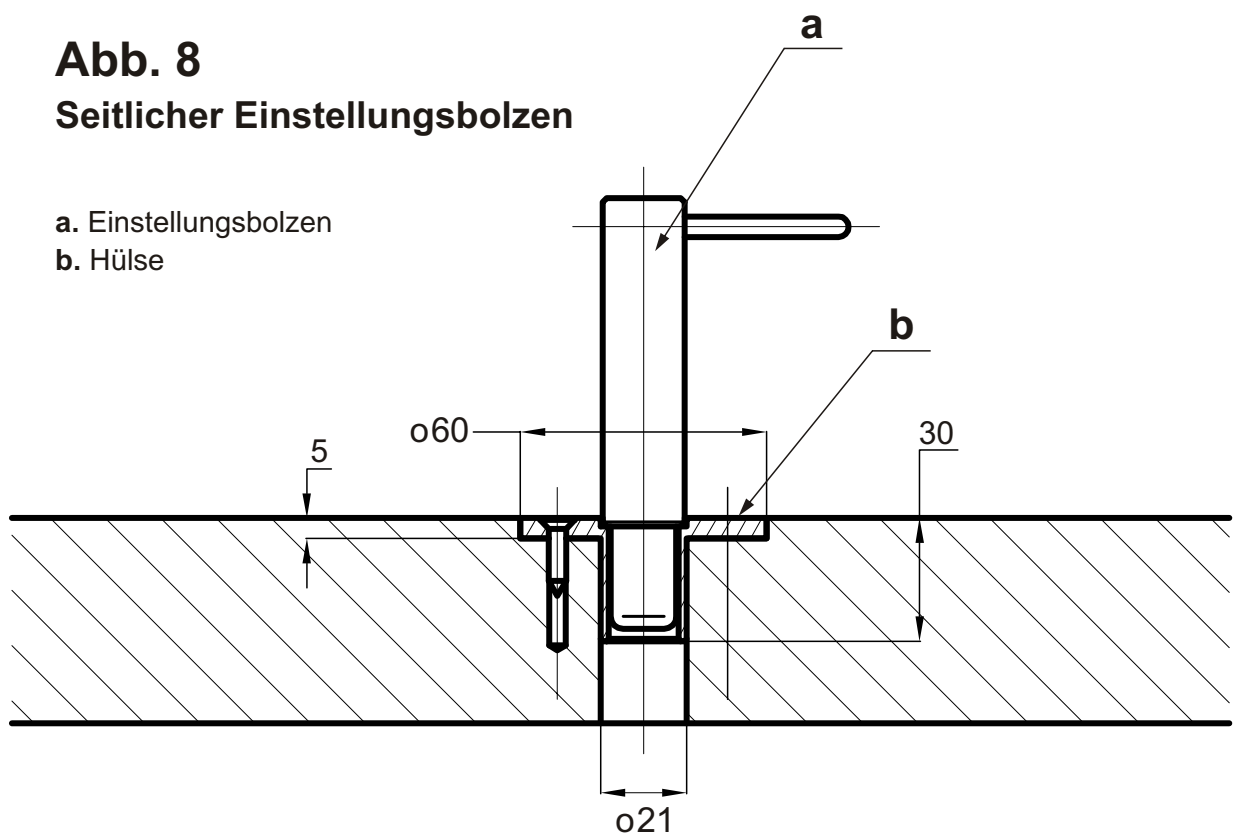

Abb. 9
- 5.1. Entriegeln Sie den Auslegerarm mit dem Hebemechanismus (Abb. 2, Pos. 6 und Abb. 9).
Sichern Sie die Anlage nach dem Zusammenklappen mit zwei Vorhängeschlössern (Abb. 9 und 13)!